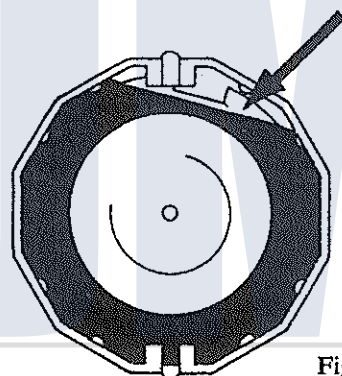

Fig. 29
- e. Zonodig ter plaatse met een scheermes iets van de rand van de rubberring afsnijden. Zie fig. 29
- f. Zonodig ter plaatse met een scheermes iets van de rand van de rubberring afsnijden. Zie fig. 29